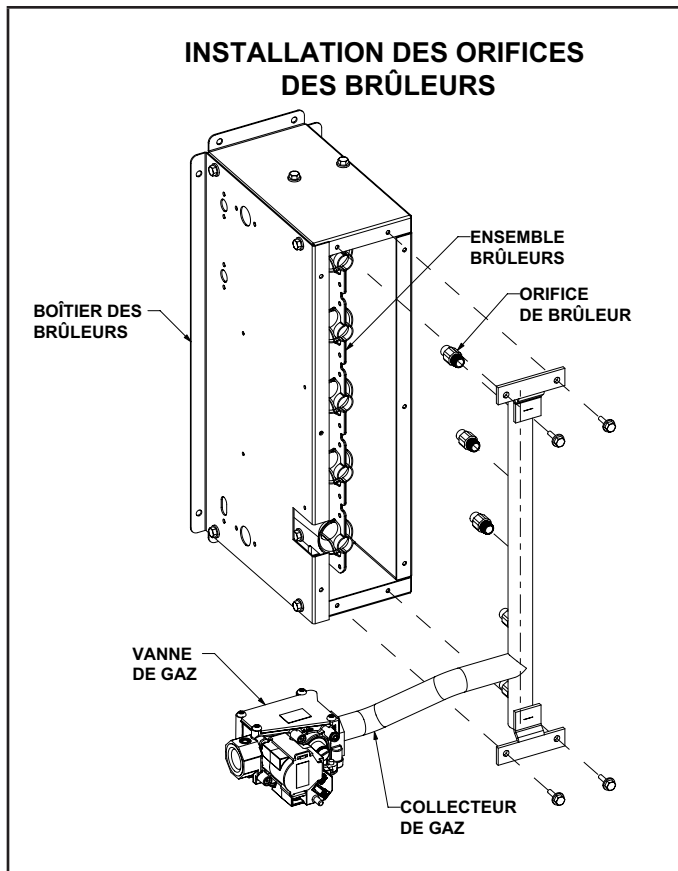

Figure 1
- 5 - Retirer les quatre vis du collecteur de gaz qui maintiennent le collecteur sur le boîtier des brûleurs. Voir Figure 1.